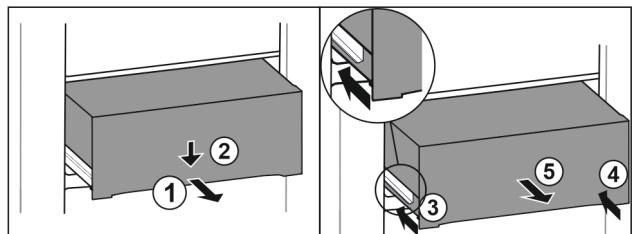

Fig. 151
- Изтеглете чекмеджето наполовина. Fig. 151 (1)
- Натиснете надолу чекмеджето от предната страна. Fig. 151 (2)
- Вкарайте лявата релса приблизително 2 см навътре. Fig. 151 (3)
- Вкарайте дясната релса приблизително 2 см навътре. Fig. 151 (4)
- Извадете чекмеджето напред. Fig. 151 (5)